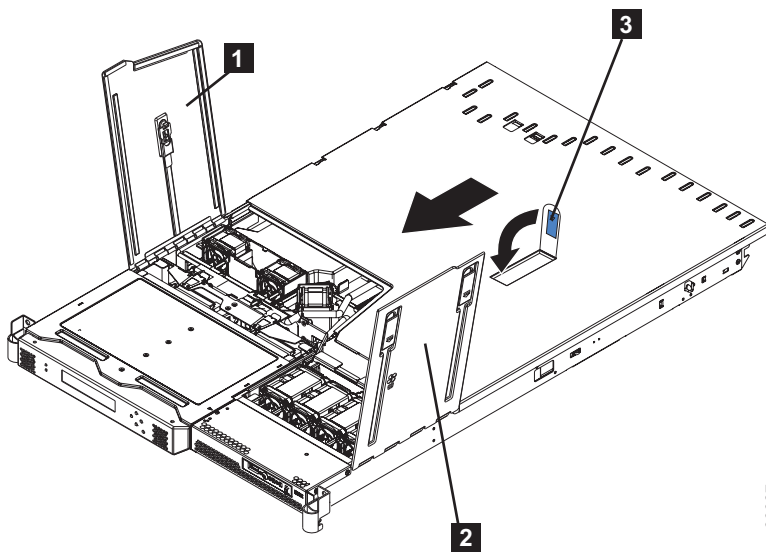

図 242. アクセス・ドアが開いた状態の SAN ボリューム・コントローラー 2145-8F2
3. 障害を起こしたファンがあるファン・ドアを開きます。図 242 に示すように、ファン 1、2、および 3 はファン・ドア A **1** の下にあります。ファン 4 から 7 はファン・ドア B **2** の下にあります。